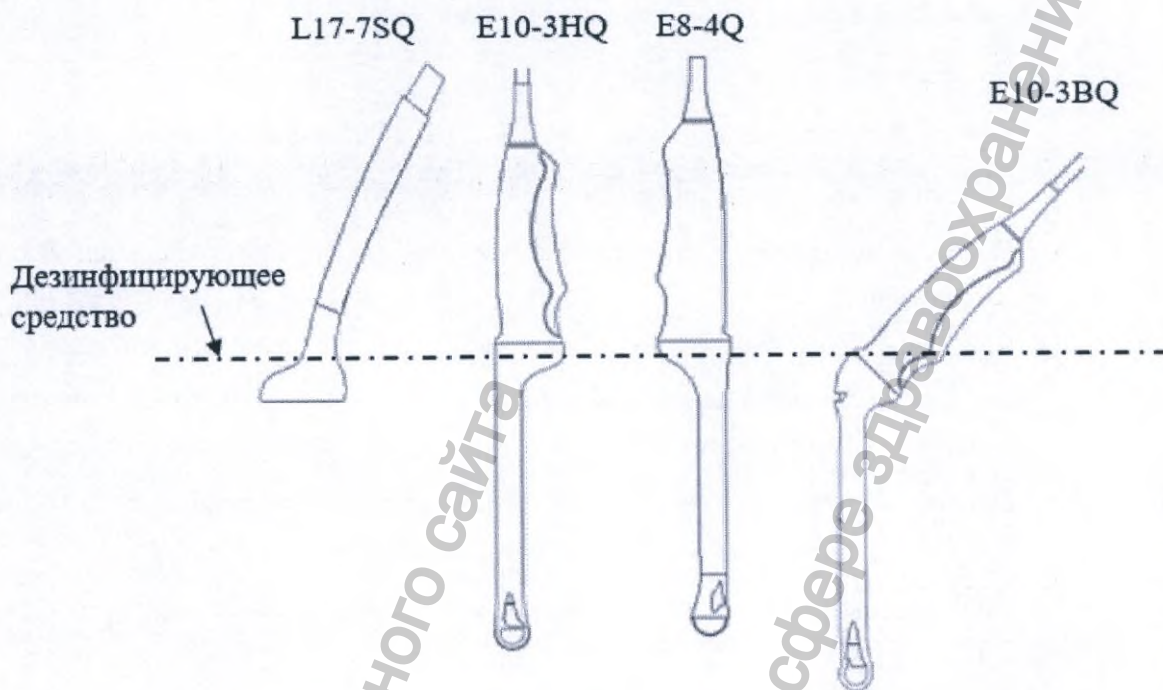

Рис. 9.3.1. Глубина погружения датчиков в дезинфицирующее средство
7. При использовании метода с погружением область контакта с пациентом необходимо погрузить в раствор на глубину, не превышающую показанную на рис. 9.3.1.
5. Погрузите очищенный и высушенный датчик в дезинфицирующий раствор (глубину погружения см. на рис. 9.3.1) на 10 часов. Или погрузите датчик на время, указанное производителем дезинфицирующего раствора.